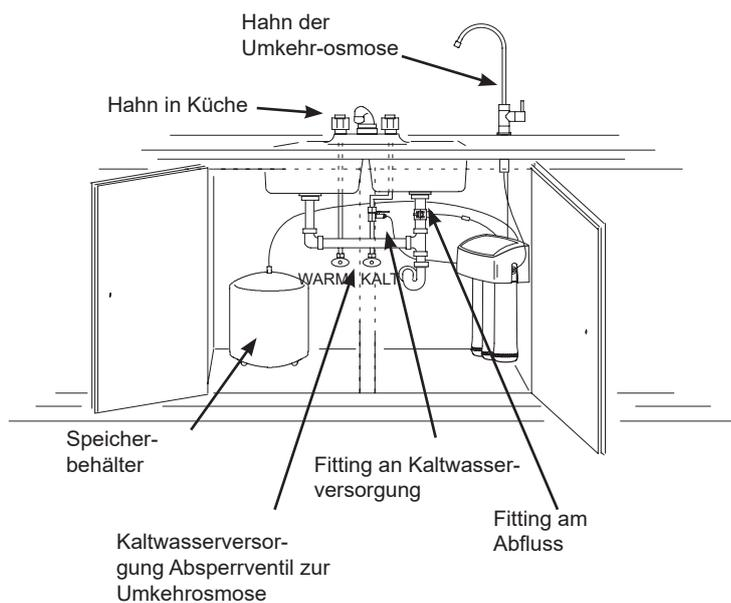

ABB. 22
2. Sicherstellen, dass das Absperrventil am Fitting der Kaltwasserversorgung (siehe Abb. 22) geöffnet ist.